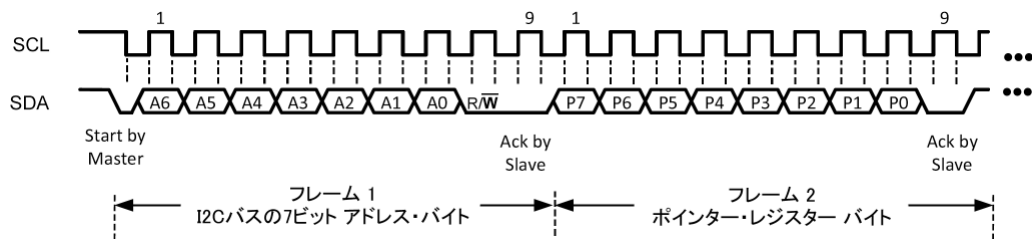

図12. 温度／湿度 測定の起動
- アドレス・ポインターを0x00に設定したポインターへ書き込み処理を実行することにより、測定を起動します。（図12を参照）
- ポインターへの書き込み処理を実行することにより、測定を起動します。（図12を参照）